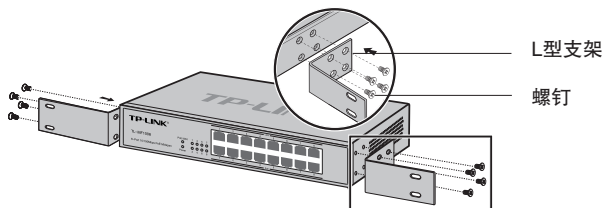

图2-2 支架安装示意图
2. 将配件中的两个L型支架分别安装在PoE中跨面板的两侧，并用配件中提供的螺钉固定，如图2-2所示；